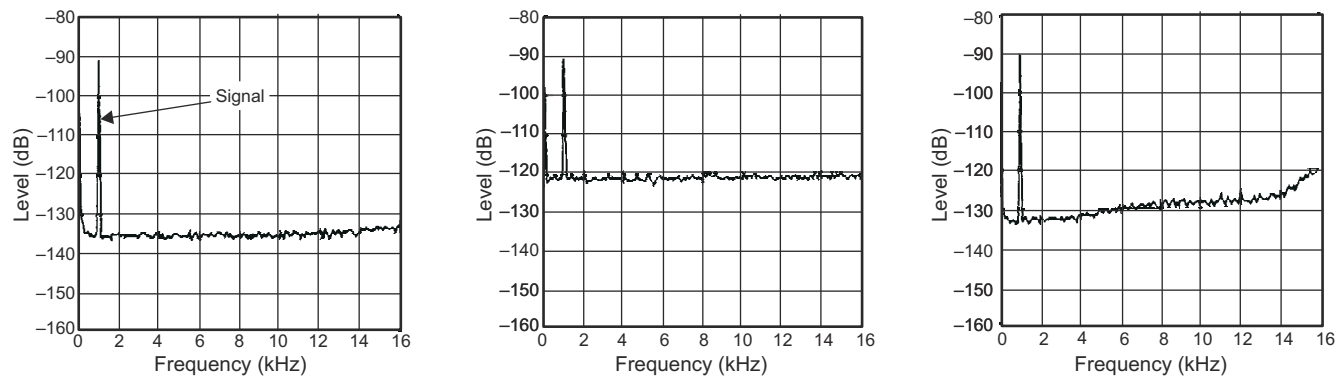

图 4-3. LDO 噪声混叠
- 假设在一个系统中 LDO 为 ADC 或 DAC 供电。任何采样系统由于混叠现象都会使高频噪声的频率降低。例如，如果采样频率为 100kHz，LDO 产生的噪声为 90kHz 和 110kHz、190kHz 和 210kHz 等，则所有噪声将折返至拍频 10kHz。任何频率的输出噪声都会出现这种情况，因此所有 LDO 噪声都会折返至采样系统的带宽范围内。这相当于对系统的直流噪声到带宽噪声进行积分，然后计算总噪声。LDO 的总（积分）噪声较高时，会影响 ADC/DAC 的性能。图 4-3 下面显示了 LDO 噪声混叠是如何发生的。第一个图是由理想 LDO 供电的系统，第二个图是由具有热噪声的 LDO 供电的系统（热噪声使本底噪声增加），第三个图是由具有高频噪声的 LDO 供电的系统（因混叠现象使频率降低）。